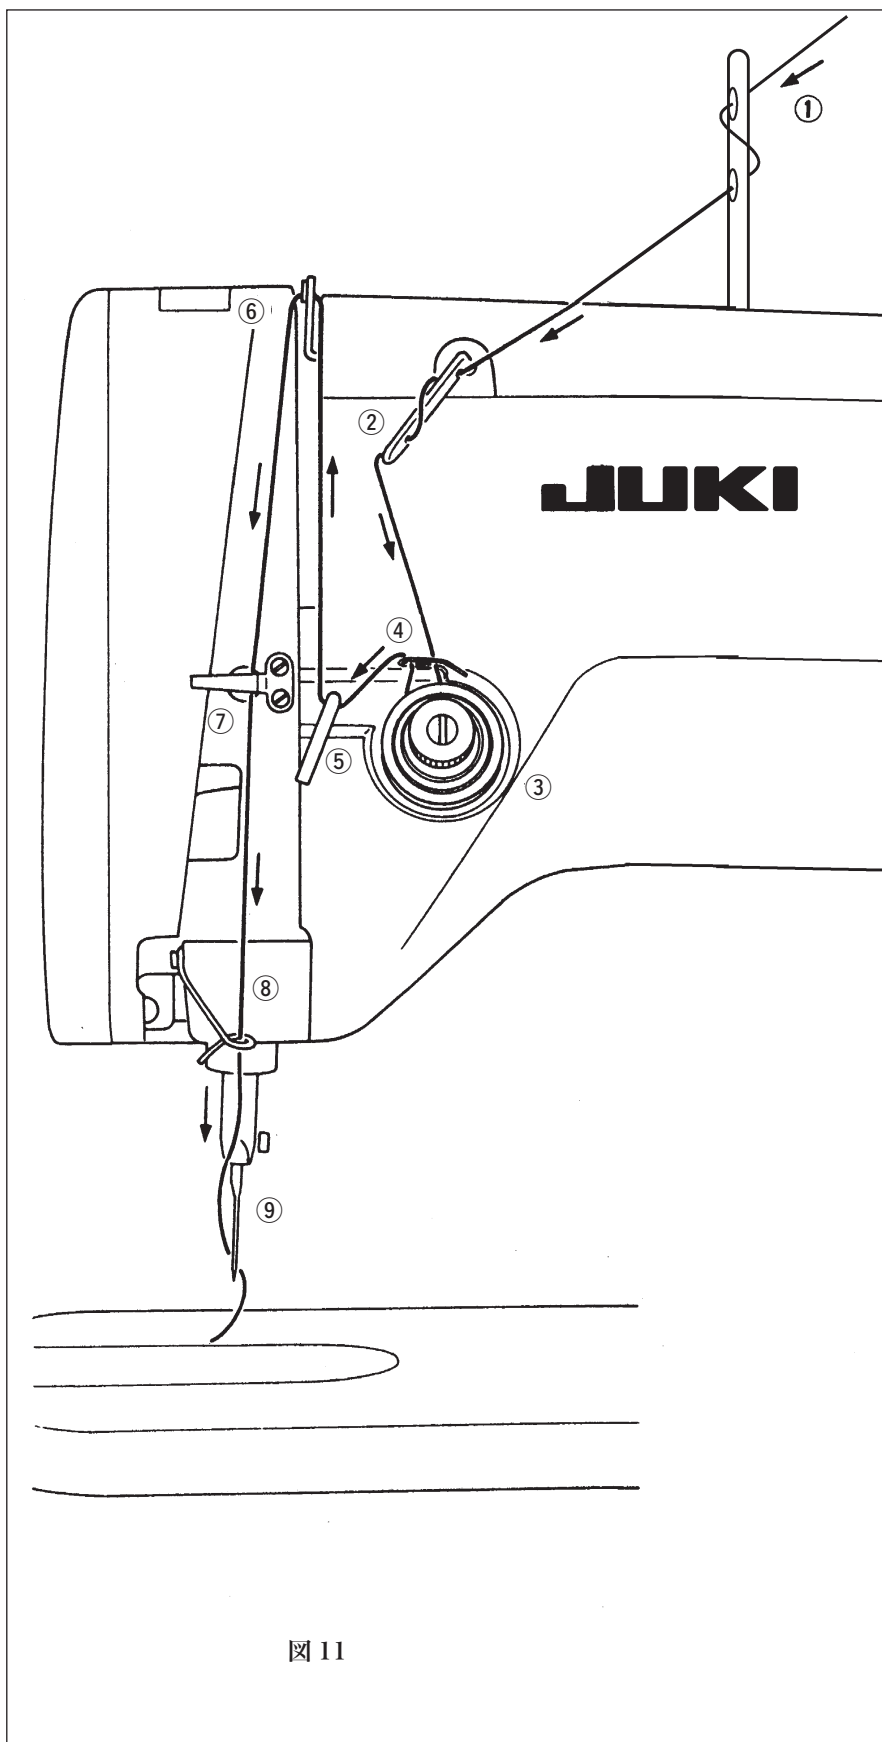

図 11
上糸のかけ方は図11を参考にして、糸案内棒①からつぎの順にかけて下さい。
- ② 三ツ目糸かけ
- ③ 糸調子皿
- ④ 糸取りバネ
- ⑤ 天ビン糸案内
- ⑥ 天ビン
- ⑦ 側面板糸案内
- ⑧ アーム下糸案内
- ⑨ 針